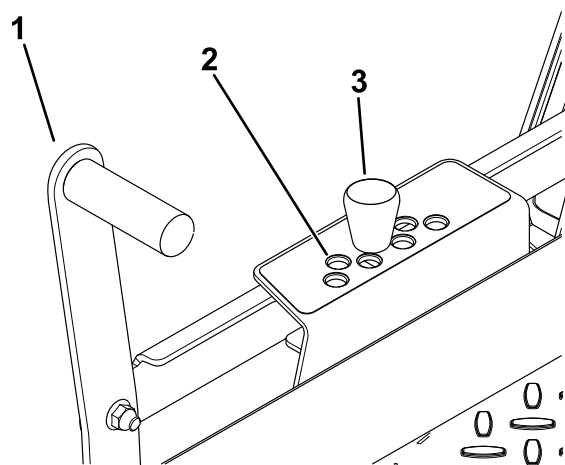

Figure 23
2. Pour changer la hauteur de coupe, retirez la goupille du support de hauteur de coupe (Figure 23).
3. Insérez la goupille dans le trou du système de hauteur de coupe correspondant à la hauteur de coupe voulue (Figure 23).